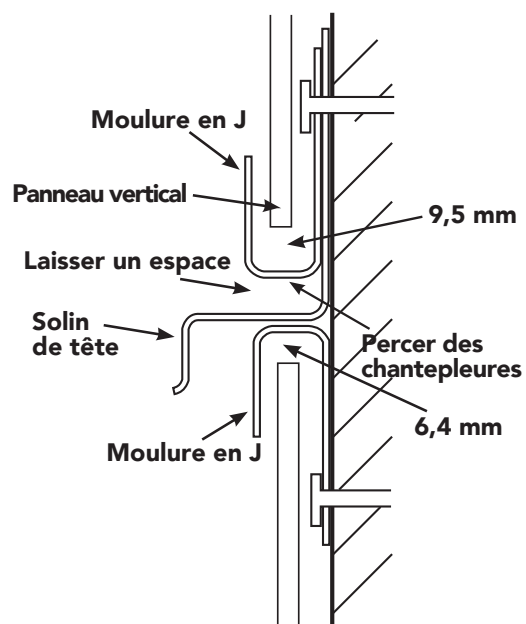
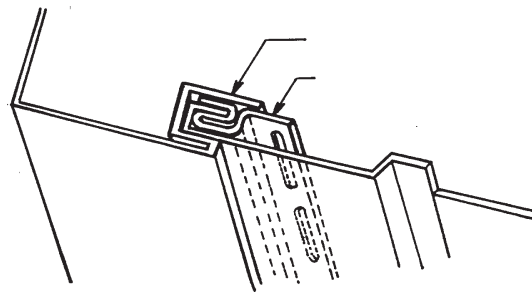

Figure 59
Figure 60
- Si la hauteur de la maison requiert d'étager le parement vertical, poser une moulure en J inversée au-dessus du rang inférieur (Figure 59), en laissant un espace de 6,4 mm (1/4 po) pour la dilatation. Poser un solin de tête au-dessus de la moulure en J, puis placer une seconde moulure en J pointant vers le haut. Poser les panneaux supérieurs en laissant un espace de 9,5 mm (3/8 po) entre le bas des panneaux et la moulure en J.
**REMARQUE :** Il faut percer dans la moulure supérieure en J des chantepleures d'au moins 4,8 mm (3/16 po), à intervalle maximal de 610 mm (24 po). Voir la Figure 59.
- Si l'on commence par un panneau vertical entier, on peut façonner une bande de départ verticale en coupant la bride de clouage et la languette d'un autre panneau. Clouer la bande dans la moulure de coin. Une autre option est d'utiliser une bande de départ verticale ordinaire. Laisser un espace suffisant dans la poche de la moulure de coin pour pouvoir y fixer le panneau de parement (Figure 60).
- Fixer d'abord la moulure en J le long du bord interne du toit. Poser une moulure en J pointant vers le haut comme base du parement vertical au-dessus de la moulure en J déjà placée au bas du pignon (cf. Figure 59). Ou bien, poser deux moulures en J dos à dos, centrées sur le faîte du pignon. Couper puis poser une bride de clouage dans chaque moulure en J (bande de départ, comme nous l'avons montré plus haut). Voir la Figure 60.